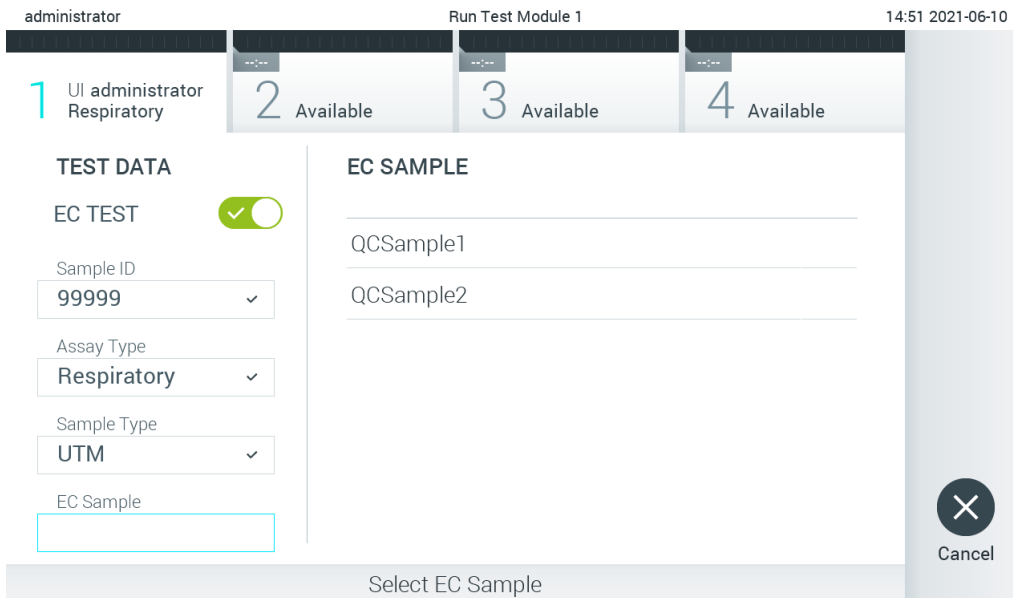

Figure 92. Sélection d'un échantillon EC.
6. Sélectionnez l'échantillon EC approprié dans la liste. Seuls les échantillons EC pour le type de dosage sélectionné sont affichés (figure 92).